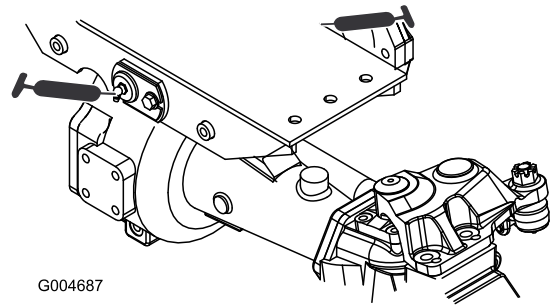

Bild 60
- Zwei Drehbüchsen an der Vorder- und Hinterachse (Bild 60)